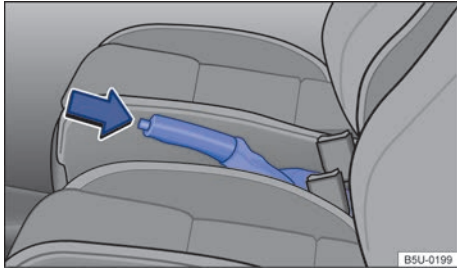

Fig. 108 Entre los asientos delanteros: palanca del freno de estacionamiento.
- Tirar de la palanca del freno de estacionamiento hacia arriba con la tecla de bloqueo presionada → fig. 108 (flecha).
- Tirar de la palanca del freno de estacionamiento un poco hacia arriba y presionar la tecla de bloqueo → fig. 108 (flecha).